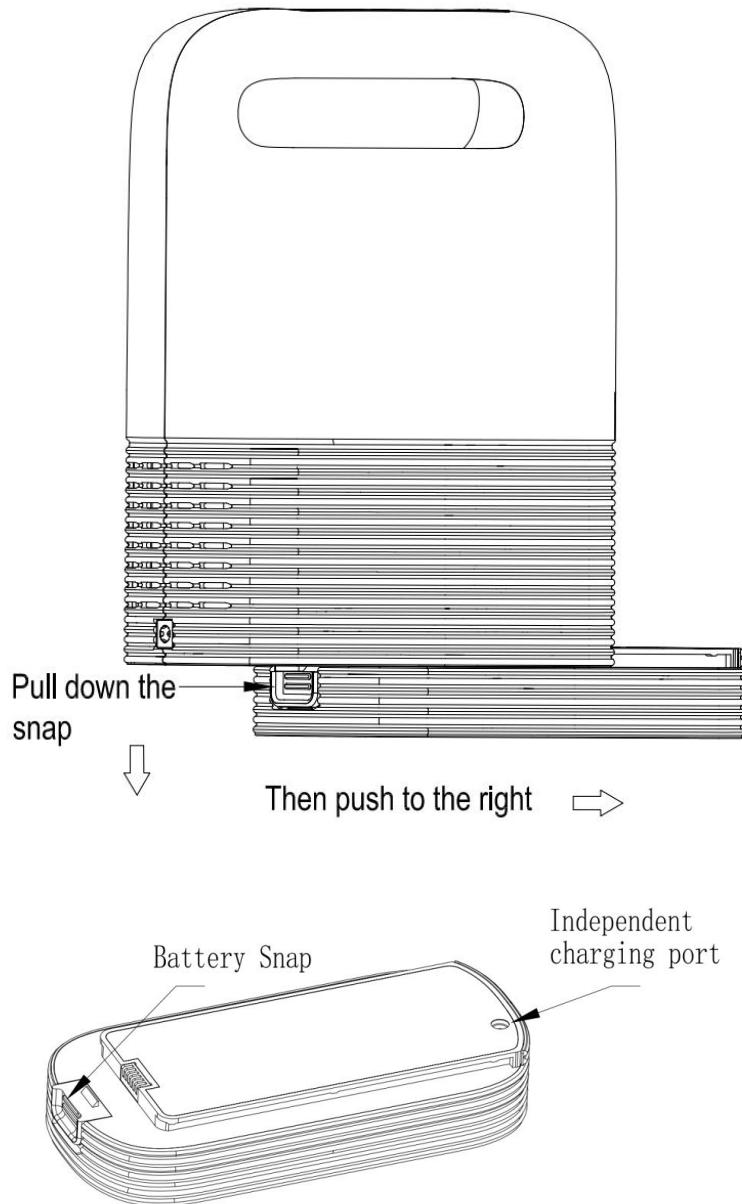
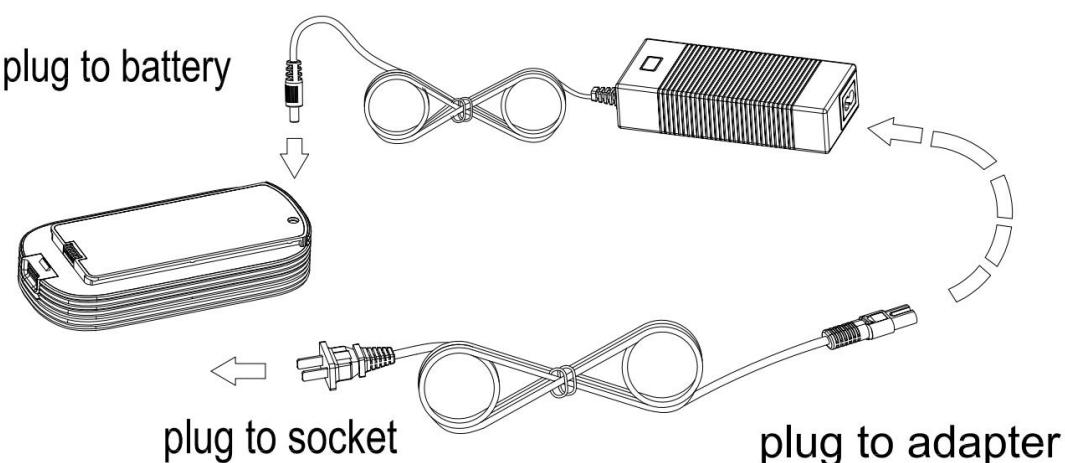

Abbildung 3 - Schematische Darstellung des Batteriewechsels
Abbildung 7 - Separates Aufladen des Akkus
- ① Schließen Sie, wie in Abbildung 7 dargestellt, das Netzteil an, um den Akku zu laden;
- ② Entnehmen Sie den Akku wie in Abbildung 3 gezeigt und schließen Sie ihn dann zum Aufladen an ein Netzteil an (siehe Abbildung 7).